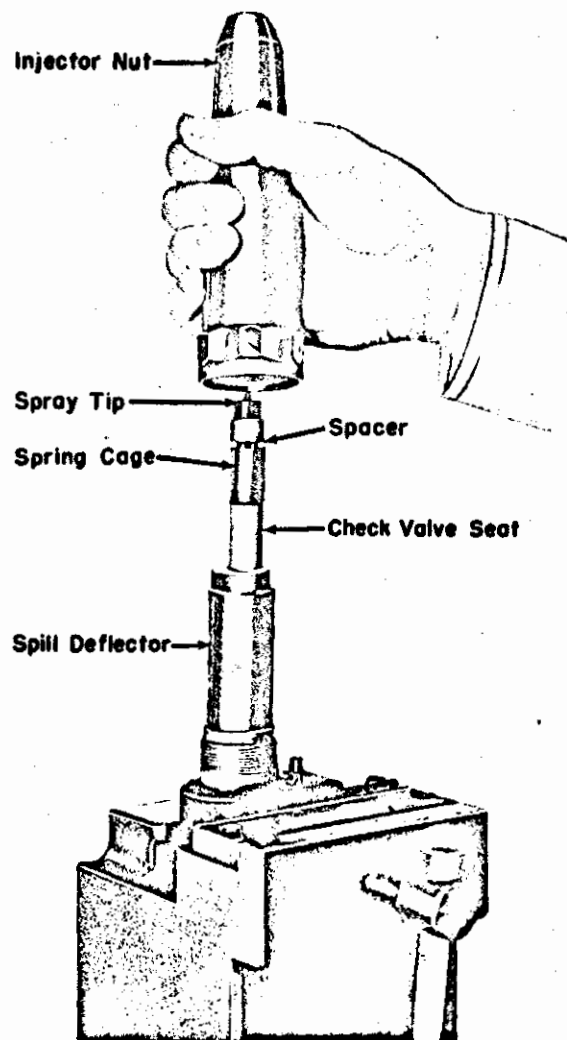

Fig. 7 – Quitando la tuerca del inyector
6. Una vez quitada la tuerca, Fig. 7, pueden quitarse de la parte superior del casquillo las piezas apiladas que quedaron al descubierto.